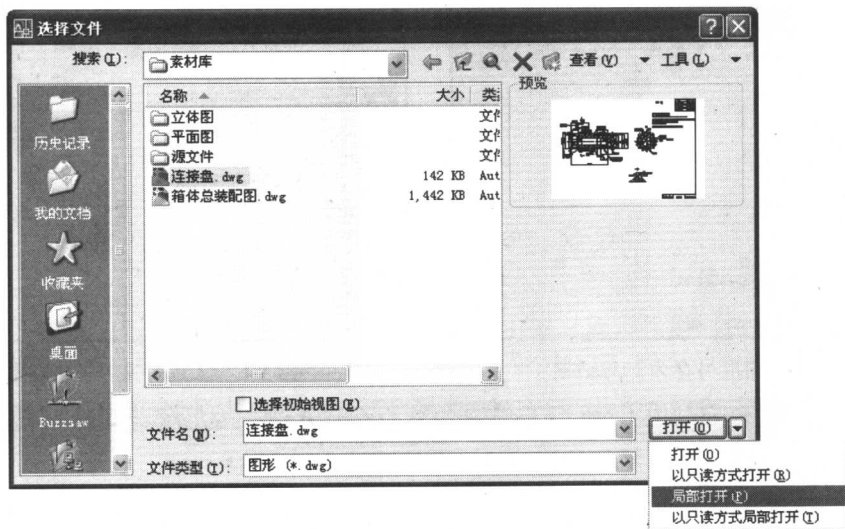

图 1-8 【选择文件】对话框
- ① 在命令行中直接执行 OPEN 命令或选择【文件】→【打开】命令,弹出【选择文件】对话框,如图 1-8 所示。